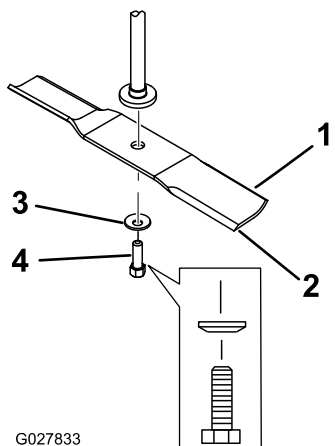

Figure 64
- Enlevez de l'axe, le boulon, la rondelle courbe et la lame (Figure 64).
1. Placez la lame sur l'axe (Figure 64).
2. Posez la rondelle courbe (face concave vers la lame) et le boulon de lame (Figure 64).